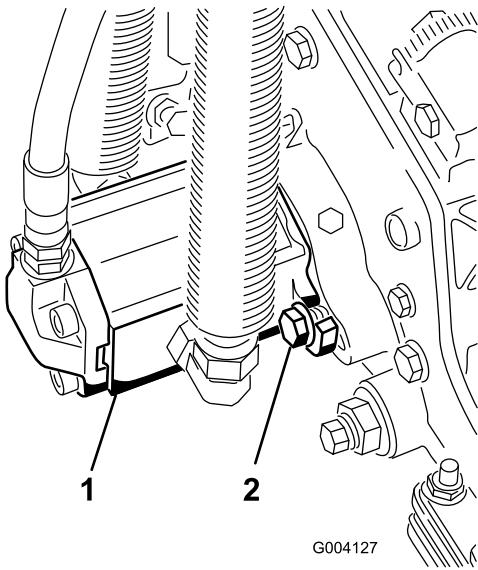

图 30
3. 以顺时针旋转的方式安装马达让马达法兰与螺栓保持一定空隙图 30。